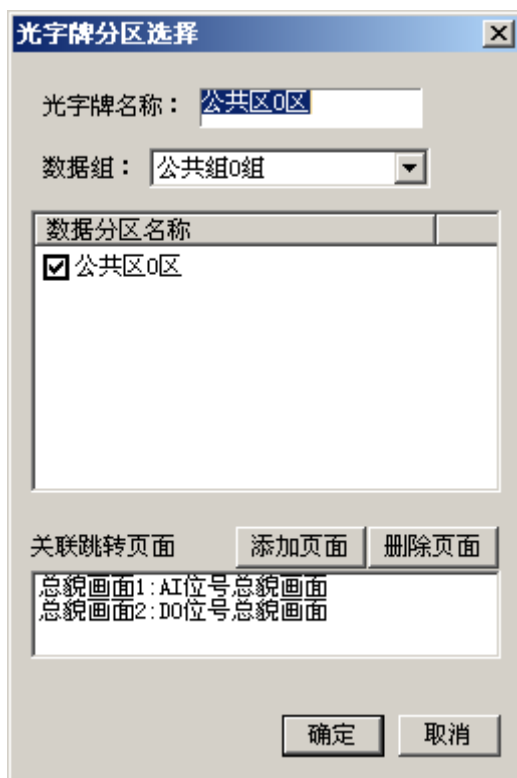

图 7-17 光字牌分区选择界面
- 光字牌按钮：双击光字牌按钮，弹出如图 7-17所示的光字牌分区选择界面。在光字牌名称输入窗口中输入要设置的光字牌的名称。在数据组可选下拉菜单中选择各数据组，选定数据组后，在下面的数据分区名称列表中自动显示出该数据组下的所有分区。在各分区前的可选框中选择任一分区，点击“确定”，设置生效，点击“取消”则此次操作将被忽略。